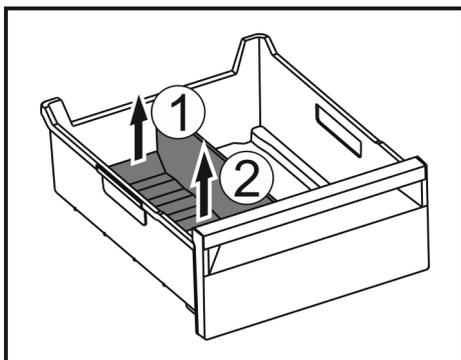

Fig. 131
- ▶ 提升冰格分隔器后部。 Fig. 131 (1)
- ▶ 向上取出冰格分隔器。 Fig. 131 (2)